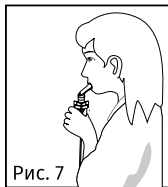

Рис. 7
9. Небулайзерную камеру держать так, как показано на рисунке. Выдох делать через загубник, маску или нос (рис. 7, 7а).
Рис. 7а